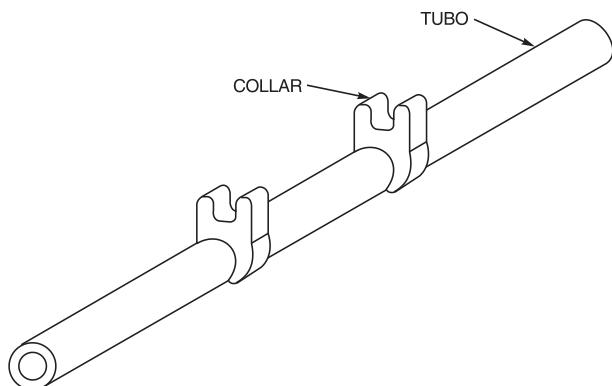

FIGURA 6 CONJUNTO DE TUBO MICROBORE
3. Seleccione el tubo y póngalo en el cartucho (vea la Figura 7B). Si se usa un conjunto de tubo Microbore (vea la Figura 6), coloque el collar contra el retenedor del tubo (vea la Figura 7C) en ambos lados del cartucho.
\*Use sólo JUEGOS DE TUBOS MICROBORE especialmente diseñados con cartuchos (Figura 6).